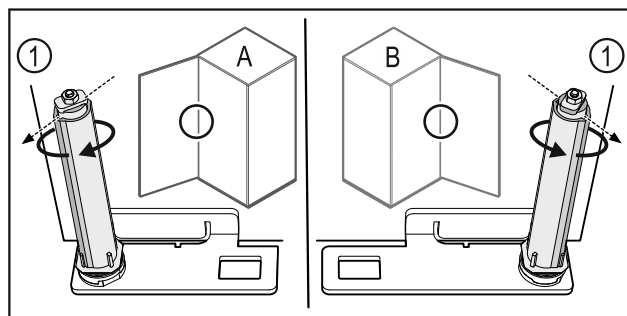

Fig. 60 Levý doraz (A) / pravý doraz (B)
- Otáčejte uzavíracím systémem proti odporu, dokud nebude lamela uzavíracího systému Fig. 60 (1) ukazovat směrem ven.